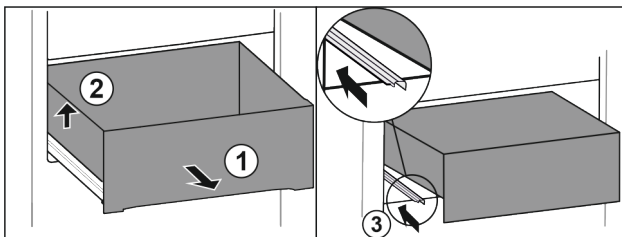

Fig. 86
- Schubfach bis zum Anschlag herausziehen. Fig. 86 (1)
- Schubfach links anheben. Fig. 86 (2)
- Linke Schiene einschieben. Fig. 86 (3)